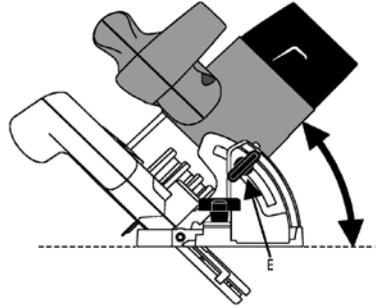

Fig. 9
La butée de guidage est à fixer fortement au socle avec la vis à ailettes (Fig. 9).
- 4° La découpe devrait se trouver sur le côté droite de la scie circulaire, afin que la partie large du socle de la scie circulaire repose sur toute sa surface. (Fig. 9)